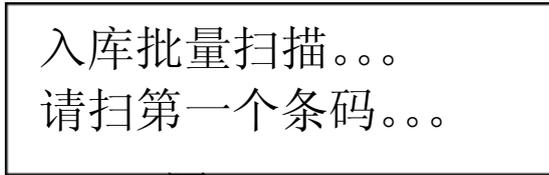

图 3.3-9
1、屏幕提示用户扫描第1个非雷管箱条码，如图3.3-9所示：